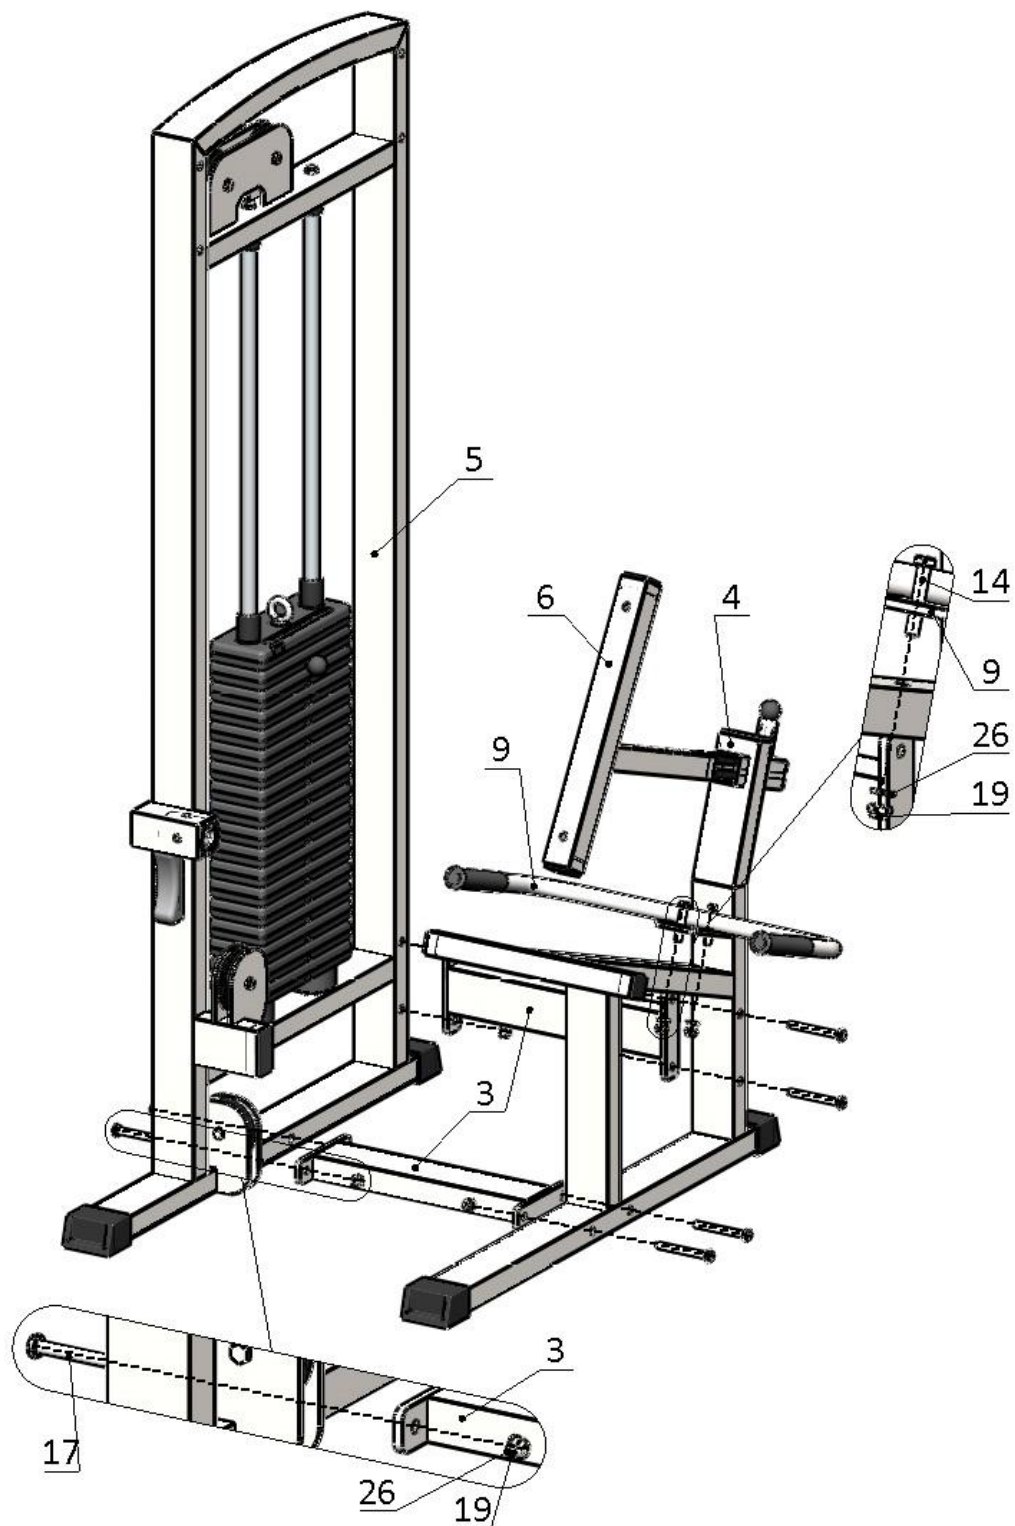

Рис.2
2. К раме грузоблоков (5) прикрутите основную раму (4) при помощи перемычек (3) и комплекта крепежа: болт M10x100 (17), гайка M10 (19), шайба D10 (26). Затем к основной раме (4) прикрутите упорные ручки (9) комплектом крепежа: болт M10x60 (14), гайка M10 (19), шайба D10 (26). На основной раме (4) оттяните прижимной замок и вставьте раму упора спины (6), замком зафиксируйте раму в необходимом Вам положении (рис.2).